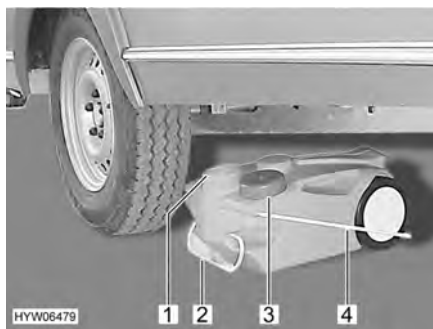

Bild 155 Avloppstank, mobil
- Stäng avloppstankens öppning (Bild 155,1) med locket (Bild 155,3).
- Drag i handtaget (Bild 155,2) för att dra ut avloppstanken.
- Fäll upp bärhandtaget (Bild 155,4) och ställ upp avloppstanken.